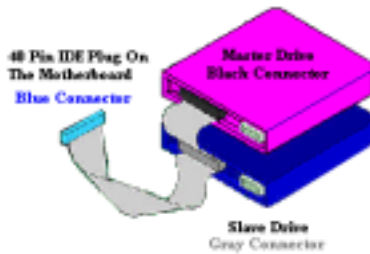

Figure 2-10. Comment connecter une nappe ATA/66 et 100 à la carte mère
- Chaque connecteur de la nappe Ultra ATA/66 et ATA/100 possède un petit détrompeur de polarisation situé sur la partie centrale du connecteur en plastique. Ceci permet de repérer l'orientation de branchement (pin #1 sur pin #1). Veuillez vous référer à la figure 2-10.